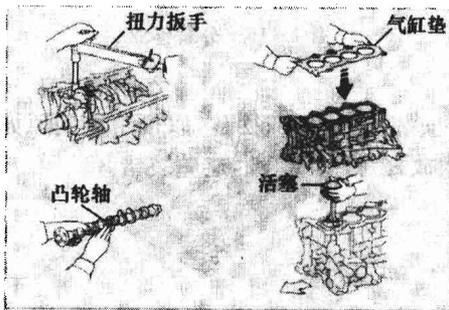
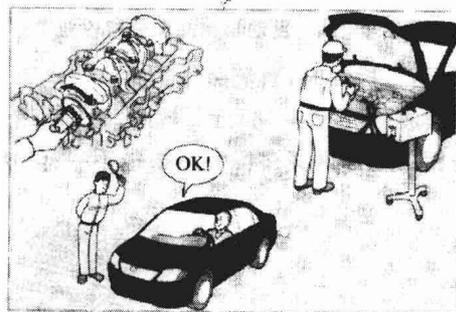

图 1-19 发动机的装配
图 1-20 调整检查曲轴运行情况
• 装配(见图 1-19)
- ①用正确的程序、方法组装。一定要参考修理手册。
- ②一定要遵循扭矩标准值。
- ③一定要更换不能再使用的部件,比如密封件或垫片。
- ④组装前,在滑动位置涂上修理手册上规定的润滑油。
⑤在相同的位置/方位,照原样组装部件。调整、检查运行情况(见图 1-20)。无论何时组装部件,要依据维修标准来进行调整和运行。